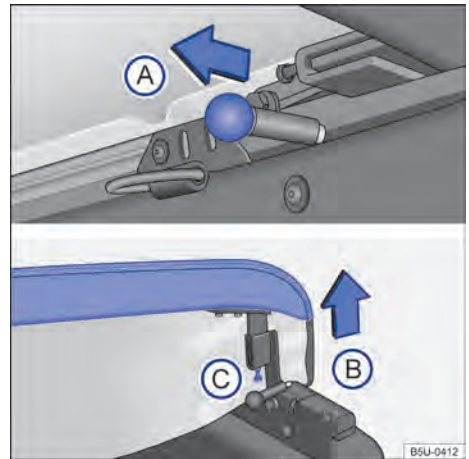

Fig. 48 Trabas y tornillo de ajuste del estiramiento de la capota marítima.
- Desplazar el perno de bloqueo → fig. 48 A en el sentido de la flecha, en ambos lados, simultáneamente. ▶
- Desplazar el perno de bloqueo → fig. 48 **(A)** en el sentido de la flecha, en ambos lados, simultáneamente.